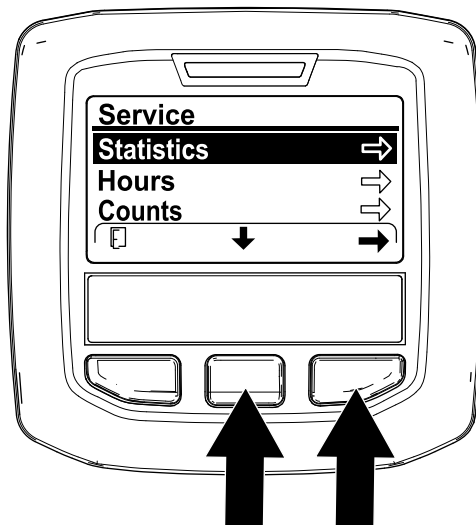

図 104
5. SERVICE 画面で、インフォセンターの中央のボタンで STATISTICS 統計を選択し、右ボタンを押す 図 104。